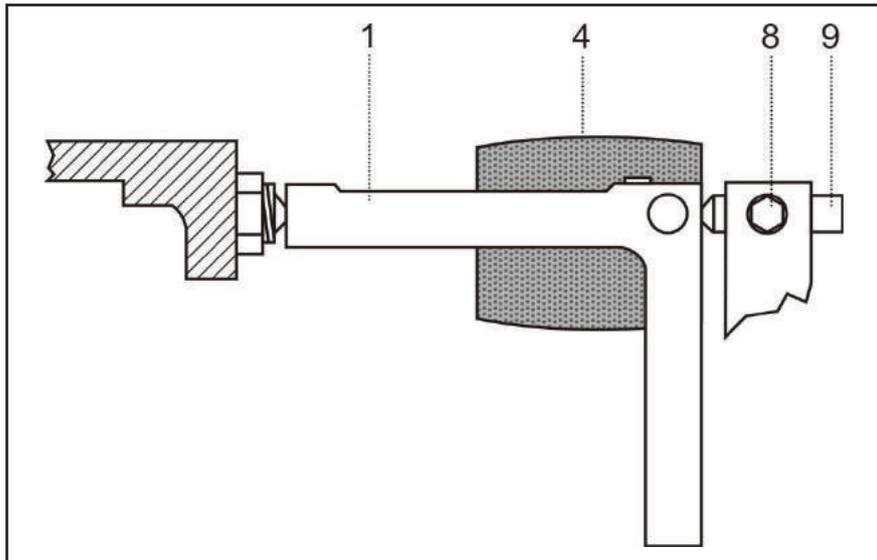

Fig. 5 Rullo di trasporto.
- Allentare la vite a testa tonda (8) Fig. 5 e spingere indietro il punzone centrale e rimuovere i bracci portanti sull'albero di trasporto.
- allentare la vite a testa tonda (8) e spingere indietro il punzone centrale, rimuovere il braccio portante (1) Fig.5 pag.24 sull'albero di trasporto.
- Allentare la vite a testa tonda (8) e spingere indietro il punzone centrale, rimuovere il braccio portante (1) sull'albero di trasporto (1) come in Fig.5 pag.24.
- Allentare la vite a testa tonda (8) Fig.5 pag.24 e spingere indietro il punzone centrale.
- Rimuovere il braccio portante (1) sull'albero di trasporto.